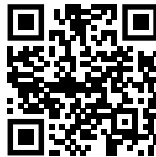

Fig. 121
- ▶ Відкрити Liebherr SmartMonitoring Dashboard. (див. Fig. 121)